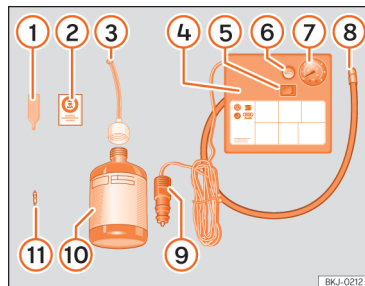

Abb. 193 Prinzipdarstellung: Bestandteile des Pannensets
Das Pannenset befindet sich im Gepäckraum unter dem Bodenbelag. Es besteht aus folgenden Bestandteilen »»» (Abb. 193):
- Ventilkappe und Ventileinsatz vom Reifenventil abschrauben. Verwenden Sie den Ventileinsatzdreher »» [Abb. 193] ① zum Herausschrauben des Ventileinsatzes. Legen Sie den Ventileinsatz auf einem sauberen Untergrund ab.
- Reifenfüllflasche kräftig schütteln »» [Abb. 193] ⑩.
- Einfüllschlauch »» [Abb. 193] ③ auf die Reifenfüllflasche schrauben. Die Folie am Verschluss wird automatisch durchstoßen.
- Verschlussstopfen vom Einfüllschlauch »» [Abb. 193] ③ entfernen und das offene Schlauchende auf das Reifenventil schrauben.
- Ventileinsatz mit dem Ventileinsatzdreher »» [Abb. 193] ① wieder in das Reifenventil schrauben.
- Reifenfüllschlauch »» [Abb. 193] ⑧ des Luftkompressors fest auf das Reifenventil schrauben.
- Prüfen, ob die Luftablassschraube »» [Abb. 193] ⑥ zugedreht ist.
- Kabelstecker »» [Abb. 193] ⑨ in eine 12-Volt-Steckdose des Fahrzeugs stecken »» S. 183.
- Luftkompressor mit dem EIN-/AUS-Schalter »» [Abb. 193] ⑤ einschalten.
- Kleben Sie den Aufkleber »» [Abb. 193] ② im Sichtfeld des Fahrers auf das Kombi-Instrument.
»» (Abb. 193)  wieder an und lesen Sie den Reifenfülldruck an der Reifenfülldruckanzeige  ab.